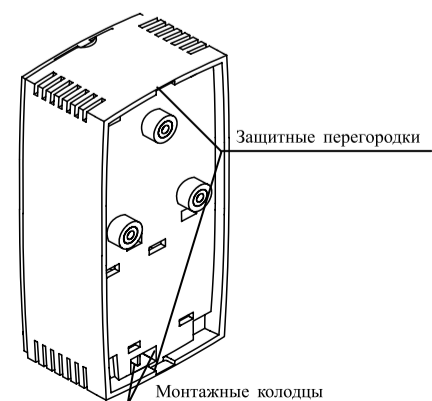

Рисунок 2
6.4 Установку источника производить в следующей последовательности (рисунок 2):